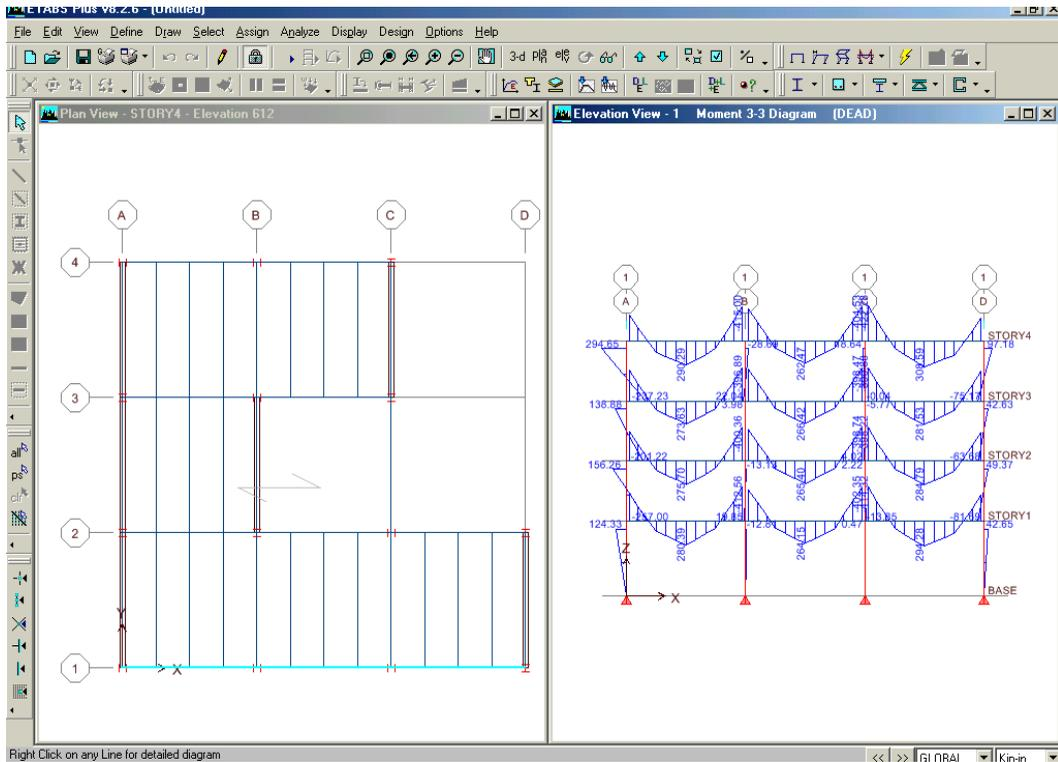

Figura 45 Vista en elevación del Diagrama de Momentos
5. Haga click en el botón **OK** para generar salida del diagrama de momentos mostrado en la Figura 45.